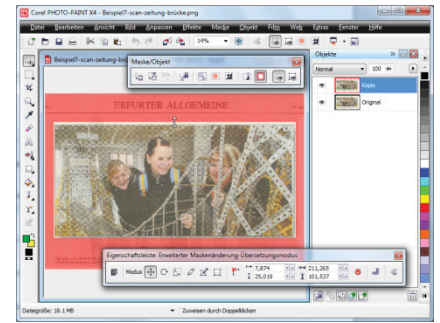

Abb. 10-57: Auswahl mit Rechteckmaske
- Foto auswählen: Aktuelle Ebene = *Kopie* ► Mit dem HM RECKTECKMASKE das Foto genau auswählen (Abb. 10-57), ggf. mit HM MASKENÄNDERUNG nachbessern.